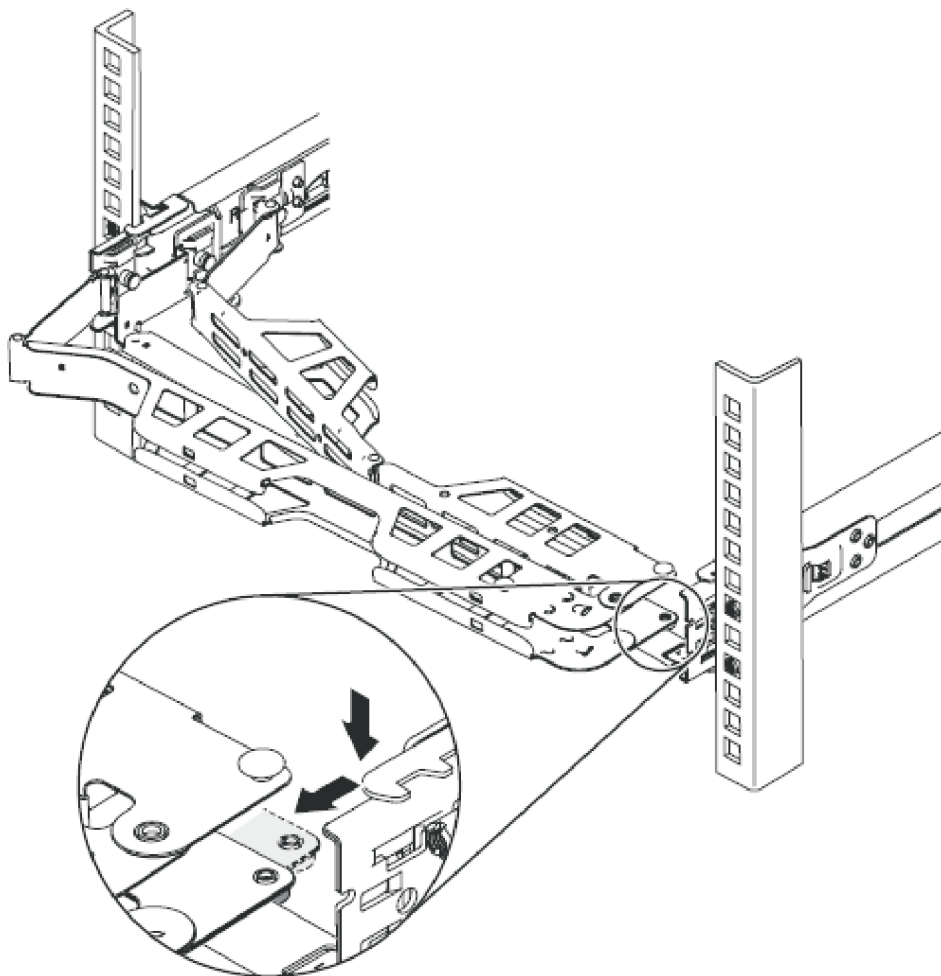

図 39. ケーブル・マネジメント・アームの位置の調整
3. ケーブル・マネジメント・アームの位置を、 55 ページの図 39 に示すように調整します。